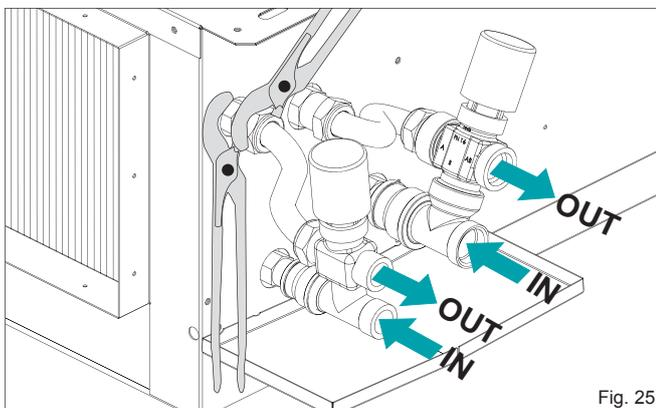

Fig. 25
**ATTENZIONE!** Usare sempre chiave e controchiave per l'allacciamento della batteria alle tubazioni (fig. 25) Se presente la valvola, isolare adeguatamente il corpo valvola con materiale coibente (fig. 26).